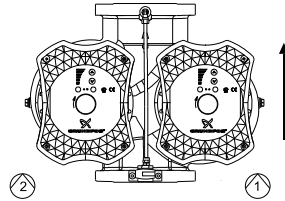

Fig. 3 Huvudpump (1) och reservpump (2)
Huvudpumpen är alltid pumpen till höger sett från kopplingsboxen, om pumpen pumpar uppåt. Se fig. 3, pos. 1.